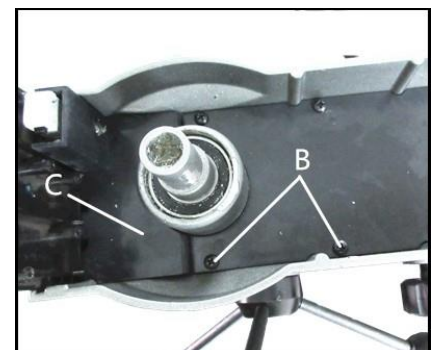

Abb. 12
- (ii) Entfernen Sie die beiden Befestigungsschrauben (B, Abb. 12) und die staubdichte Abdeckung (C, Abb. 12)